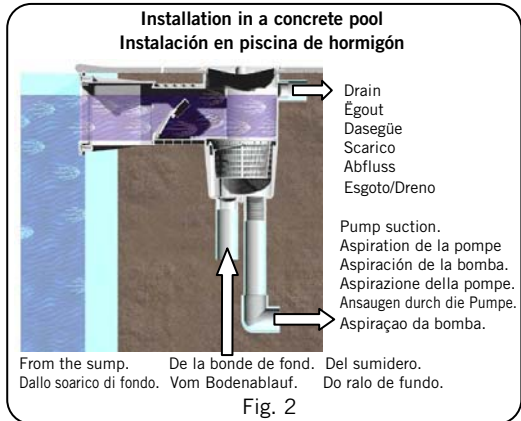

Fig. 2
- En caso de que el nivel del agua de la piscina sea excesivo, el skimmer posee una toma de agua que puede evacuar el agua sobrante al desagüe (Fig.2).
- En caso que el nivel del agua sea bajo, el skimmer posee una toma de agua que conectada al sumidero evitará una posible toma de aire, aspirando simultáneamente agua de este último. De esta manera el sistema de filtración no se verá afectado en ningún momento (Fig.2).
La installazione deve essere realizzata secondo le indicazioni descritte nelle Fig. 2 e 3, a seconda che si tratti di piscina di cemento o prefabbricata.
- Nel caso che il livello dell'acqua della piscina sia eccessivo lo skimmer possiede uno scarico (troppo pieno) che può eliminare l'acqua in eccesso (Fig. 2).
- Nel caso che il livello dell'acqua sia basso, lo skimmer possiede una presa che collegata allo scarico di fondo eviterà una possibile aspirazione d'aria, aspirando simultaneamente acqua da quest'ultimo. In questo modo il sistema di filtrazione non potrà essere danneggiato (Fig. 2).
Die Montage wird den Anweisungen in Abb. 2 und 3 entsprechend durchgeführt, je nachdem, ob es sich um ein Betonschwimmbecken oder ein Fertigschwimmbecken handelt.
- Falls das Wasserniveau Im Schwimmbecken zu hoch ist, ist am Skimmer ein Anschluss vorgesehen, für den Ablauf des Wassers zum Abwasserkanal (Abb.2).
- Für den Fall, dass der Wasserspiegel zu niedrig ist, hat der Skimmer einen Wasseranschluss für den Bodenablauf, welcher gestattet, gleichzeitig von diesem Wasser anzusaugen, wodurch vermieden wird dass evtl. Luft angesaugt werden kann. Dadurch wird das Filtersystem in keinem Fall gestört (Abb.2).
A instalação deve ser realizada de acordo com as indicações descritas nas Fig. 2 e 3, dependendo de se a piscina é de betão ou pré-fabricada.
- Caso o nível da água seja da piscina seja excessivo, o skimmer possui uma que pode evacuar a água sobrando para o esgoto (Fig. 2).
- Caso o nível de água seja baixo, o skimmer possui uma tomada de água que, ligada ao ralo de fundo evitará uma possível entrada de ar, aspirando simultaneamente a água desde último. Deste modo, em nenhuma circunstância o sistema de filtração será afectado (Fig. 2).